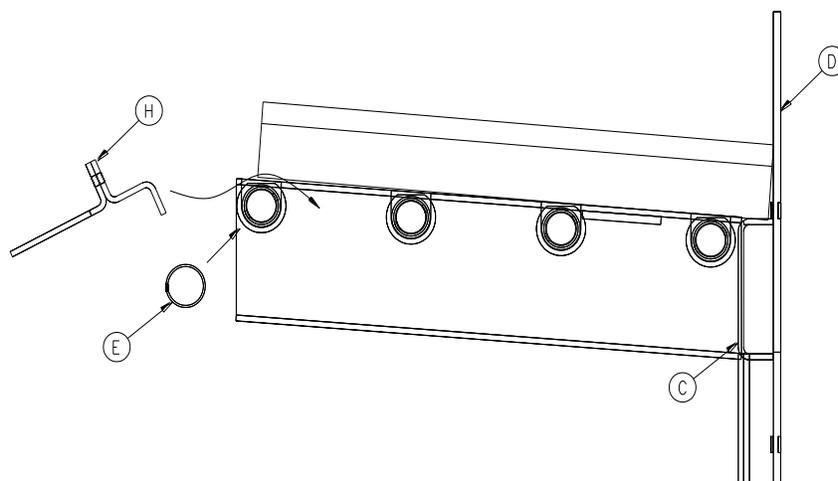

Figure 3.4b
2. Déposez-les, tout en les maintenant en place, sur le conduit d'air horizontal arrière (C) tel qu'illustré à la figure 3.4b. Il convient ensuite de les pousser vers le fond et vers les côtés pour qu'ils reposent sur le dos de la chambre à combustion (D) et sur les conduits d'air latéraux. Installez ensuite le support avant du déflecteur (H) en veillant à ce qu'il aille bien entre les montants avant et maintenez-le en place. Fixez le tube d'aération avant (E) tel qu'illustré à la figure 3.4b en veillant à ce que ses trous pointent vers l'avant de l'appareil. Installez les goupilles fendues tel qu'indiqué à la figure 3.4. Le fait de fixer le tube d'aération avant (E) permettra à l'ensemble du coupe-feu de tenir en place pendant l'étape suivante.